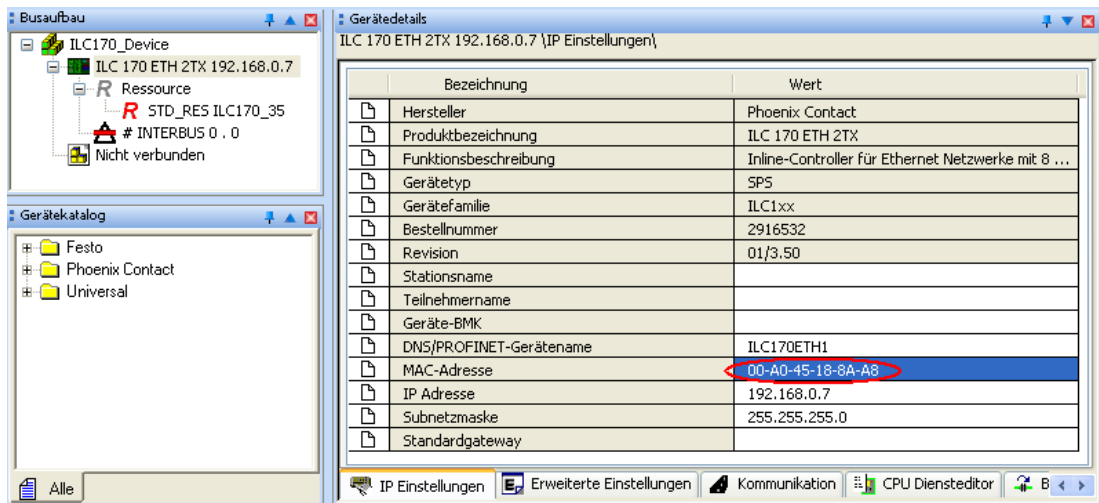

Bild 3-30 IP-Adresse eintragen
- Wechseln Sie in den Arbeitsbereich Buskonfiguration, siehe Bild 3-30.